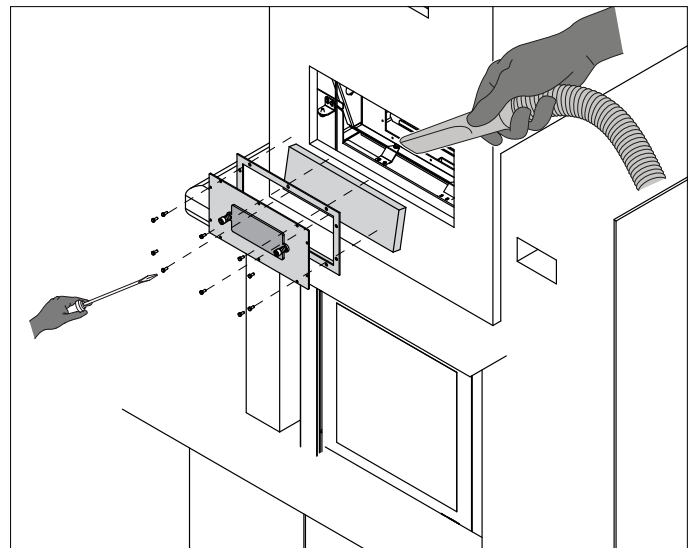

fig. 6.2
- In den Inspektionsraum der Rauchgaswende gelangen, die Schrauben des Sicherheitsventils lösen (Abb. 6.2) und den Rauchgasdeflektor aus Magnofix herausnehmen; den Zustand der Dichtung überprüfen und ggf. austauschen.